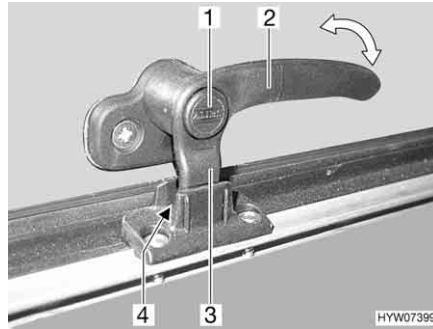
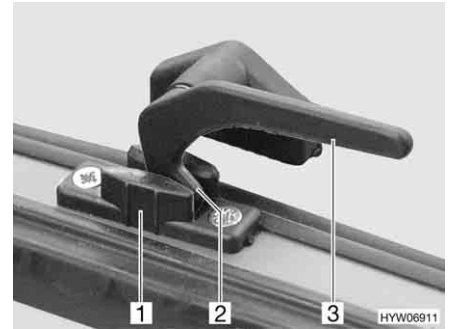

Bild 59 Låsarm med låsknapp i läget "kontinuerlig vädring"
Bild 60 Låsarm i läget "kontinuerlig vädring"
- I läget "kontinuerlig vädring" (Bild 59 och Bild 60)
- Tryck på låsknappen (Bild 59,1) om sådan finns och håll den nedtryckt.
- Sväng låsarmen (Bild 59,2 eller Bild 60,3) ett kvarts varv mot fönstrets mitt.
- Vrid tillbaka låsarmen. Därvid måste låsarmens låsspak (Bild 59,3 eller Bild 60,2) föras in i spåret på fönsterlåsen (Bild 59,4 eller Bild 60,1).
- Släpp låsknappen (Bild 59,1) om sådan finns.